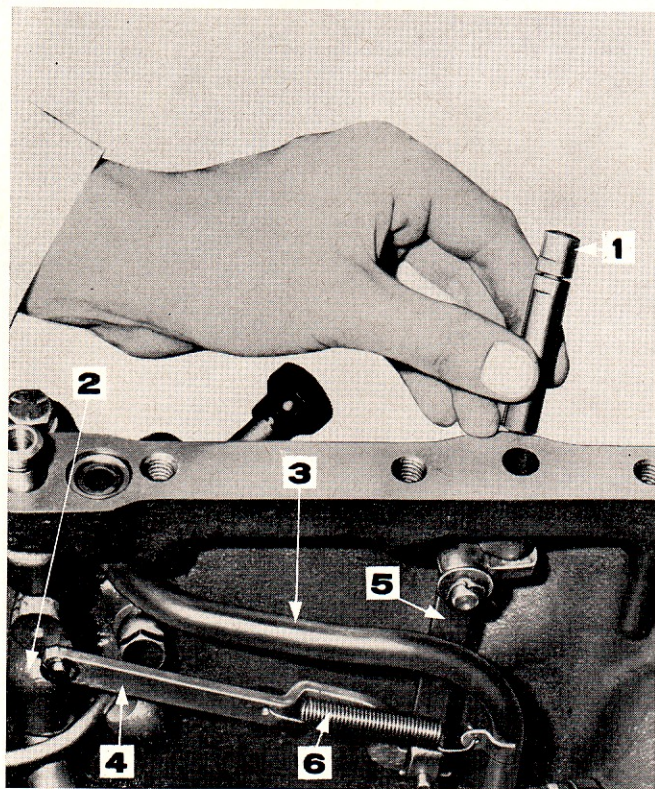

Figure 44: Dépose du dispositif d'annulation de la régulation de débit
7. Déposer le poussoir d'annulation de régulation de débit avec son poussoir (Figure 44).
(Figure 44), et sur l'étrangleur du régulateur de débit au moyen d'un frein élastique.